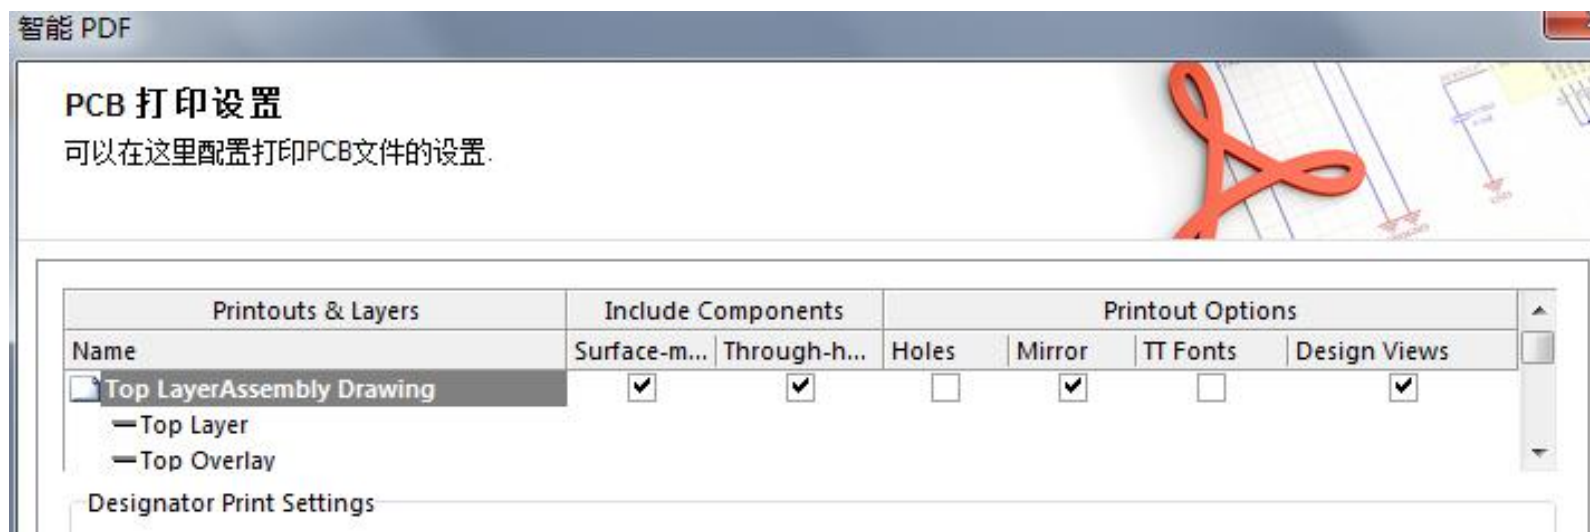

图5-12 打印视图设置
(3) 如图5-12所示的视图设置对话框中，顶层装配栏勾选“Mirror”选项，在输出之后观看PDF文件时是顶视图，反之是底视图。